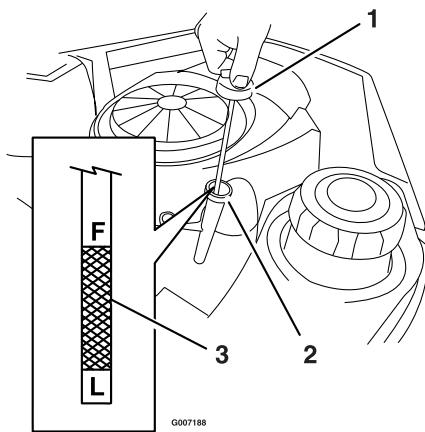

Figura 31
4. Retire el tapón de llenado/varilla de aceite y límpielo. Vuelva a colocar la varilla y empuje firmemente para asentirla en su lugar (Figura 31).
Retire el tapón de llenado/varilla (Figura 31).
14. Compruebe el nivel de aceite (Figura 31); consulte la sección Verificación del nivel de aceite.